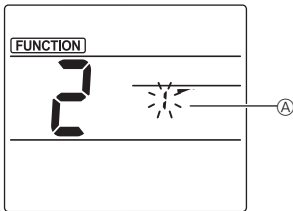

Fig. 3-2
- Het waaijnummer selecteren (Fig. 3-2) Druk op de toets [▼] om het waaijnummer ② te selecteren en druk vervolgens op de toets [SET].